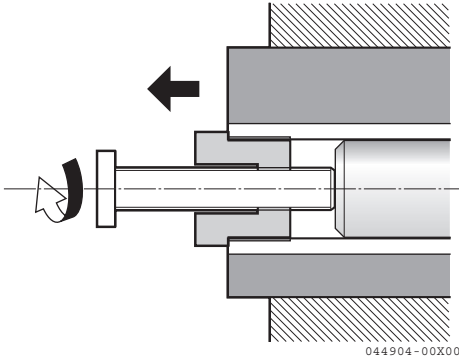

Abbildung 15
*Hinweis: Beim Erneuern eines Pumpenrads muss das Gewinde des Rades die Größe M16 x 2 haben (**Abbildung 15**). M16-Schraubseite des Pumpenrads zur Deckelseite hin drehen und einbauen.*